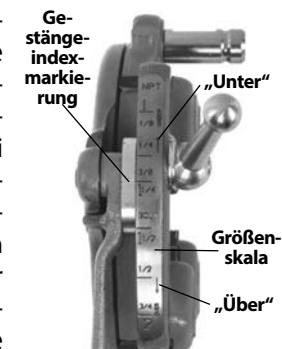

Abbildung 9 – Einstellen der Gewindegröße
- Beginnen Sie mit der Gestängeindexmarkierung, die an der gewünschten Größenmarkierung auf der Größenskala ausgerichtet ist. Bei Mono- und Bolt-Schneidköpfen richten Sie die Gestängemarkierung am Strich in der Größenskala aus. Für Bolzengewinde mit Universalschneidkopf stellen Sie alle Bolzenschneidbacken auf die Linie BOLT auf der Größenskala ein (Abbildung 9).